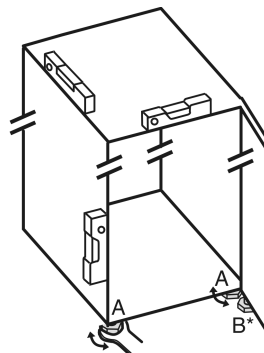

Fig. 24
- Seřizovací nožky Fig. 24 (A) vyšroubujte pomocí přiloženého vidlicového klíče a pomocí vodováhy, dokud nebude spotřebič pevně vyrovnaný.
- Seřizovací nožku Fig. 24 (B) na stojanu ložiska vytáchejte pomocí přiloženého vidlicového klíče, až dosedne na zem.
► Seřizovací nožku Fig. 24 (B) otáčejte dál o 90°.